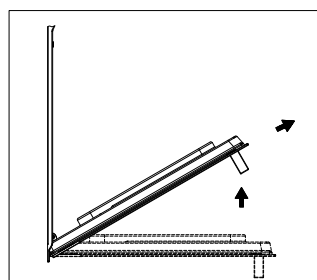

Fig.11-2
- Fechando ligeiramente a porta, levante-a puxando para fora os ganchos "A" como mostrado na Fig11-2.